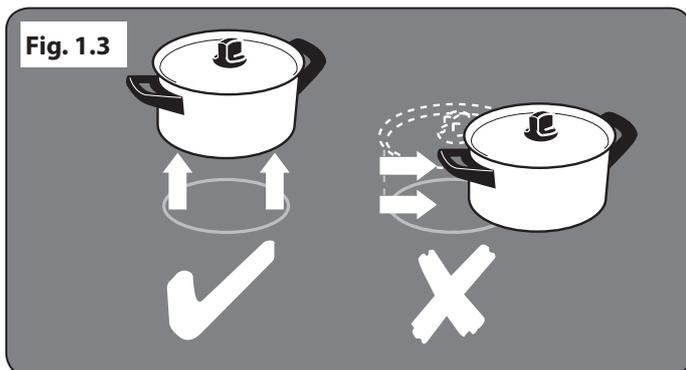

Fig. 1.3
- **SOULEVEZ** toujours les récipients pour les retirer de la table de cuisson. Ne les faites pas glisser sur la surface, car vous risquez de la marquer et de la rayer (**Fig. 1.3**).